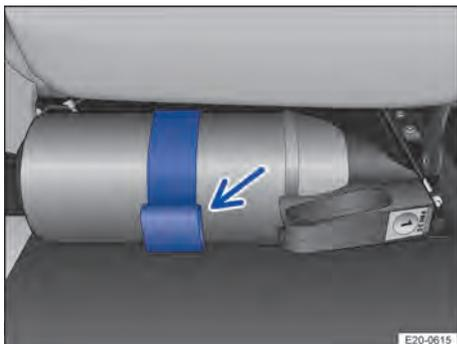

Fig. 45 Embaixo do banco do passageiro dianteiro: suporte com extintor de incêndio (representação esquemática).
- Abrir a tala no suporte e retirar o extintor de incêndio → Fig. 45 (seta).